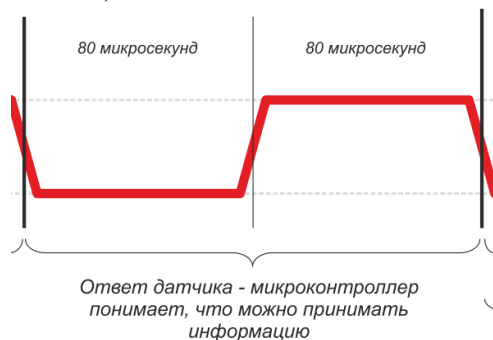

Рисунок 2.7 – Відповідь датчика, щодо готовності до обміну
2. Підтвердження датчика: датчик, виявивши, що лінія звільнилася (рівень стане "1"), підтягує лінію до землі на 80 мкс, за цей час робить вимірювання і перетворення результату. Потім датчик відпускає лінію після 80 мкс, що вказує на те, що він готовий відправити дані (рисунок 2.7).